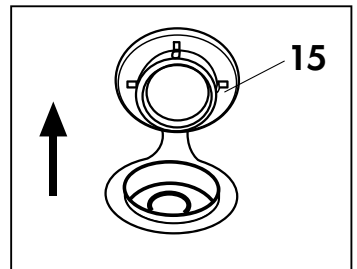

Abb. 8
Leitungswasser oder nicht schäumendes Reinigungsmittel in den entsprechenden Behälter füllen nachdem der Verschluss (15) abgenommen worden ist (Abb. 8).